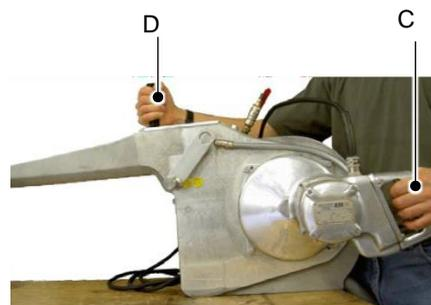

Fig. 6.2 – Ligar a serra de fita (uma mão)
**EFA SB 287 E e EFA SB 289 E, EC** – consulte a Fig. 6.2 –